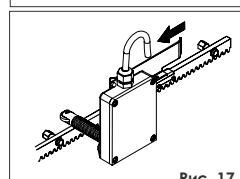

Рис. 17
6. Повторите операции 4 и 5 для концевого выключателя в закрытом положении (рис.17).